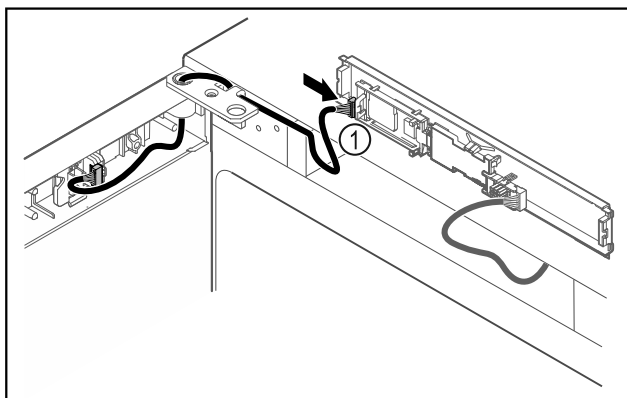

Fig. 50
- Zapojte zástrčku Fig. 50 (1) na doske plošných spojov.